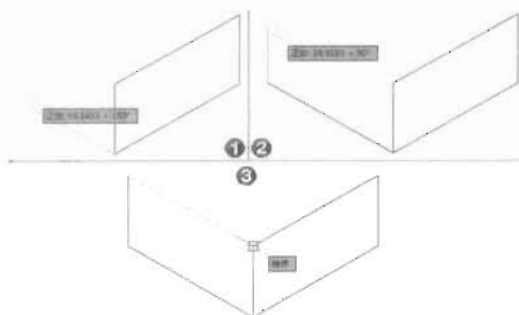

图 11-10
(3) 下面绘制长方体的左视平面。按功能键 F5 切换到左视平面,绘制效果如图 11-10 所示。命令执行过程如下。
//在绘图区域中捕捉如图 11-10 所示的点 1
//在绘图区域中捕捉如图 11-10 所示的端点